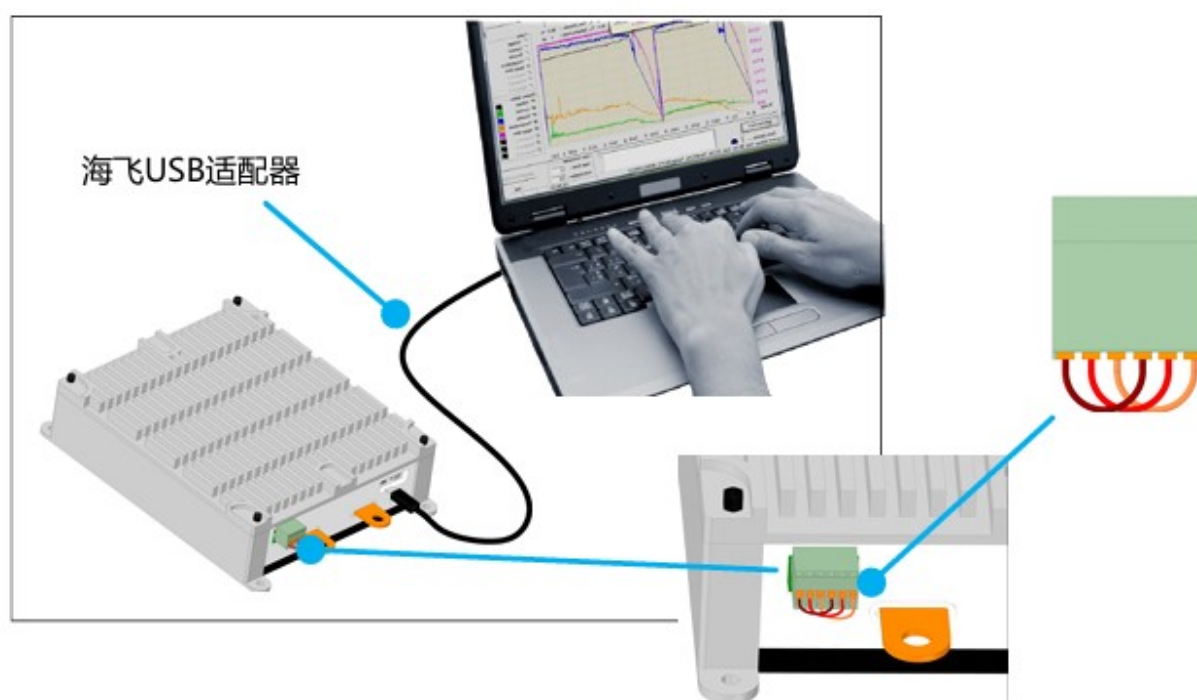

图. 6: 固件升级接线图
在您升级调速器之前，需要如图6所示短接6P插口上的那两根三排线，并用海飞USB适配器
- 在调速器不WiFi模块间连接电缆线 (请看图 6)